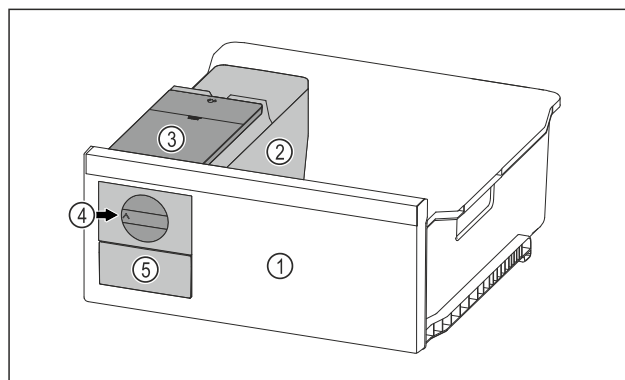

Fig. 102 Reprezentare exemplificatoare
- ▶ Rotiți butonul rotativ Fig. 102 (4) în sens orar până la opritor.
- ▷ Cuburi de gheață cad din tava pentru cuburi de gheață în sertarul pentru cuburi de gheață Fig. 102 (5). Dacă nu sunt extrase toate cuburile de gheață din tava pentru cuburi de gheață: